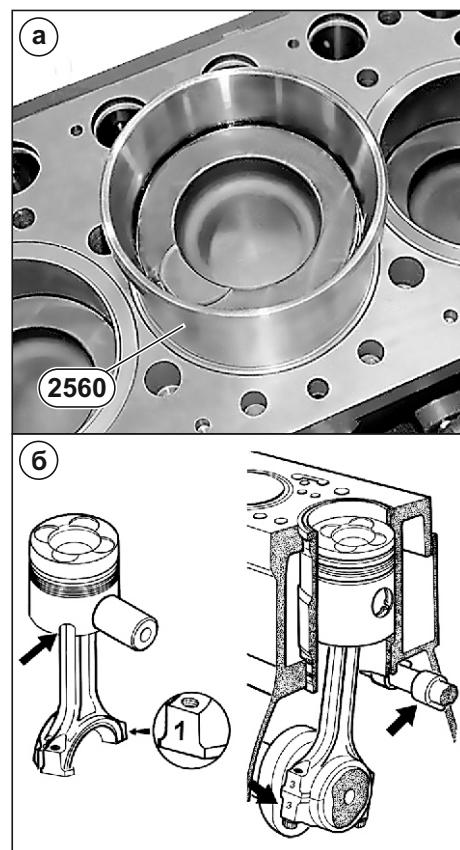

Рис. 105. Установка шатунно-поршневой группы.
- Установить шатун в сборе с поршнем в соответствии с порядком и нумерацией в гильзу цилиндров, используя приспособление 2560 (см. Рис. 105а).
- Паз на юбке поршня под форсунку охлаждения поршня должен совпадать с расположением самой форсунки, а номера на шатунах должны быть со стороны, противоположной валу распределительному (см. Рис. 105б).